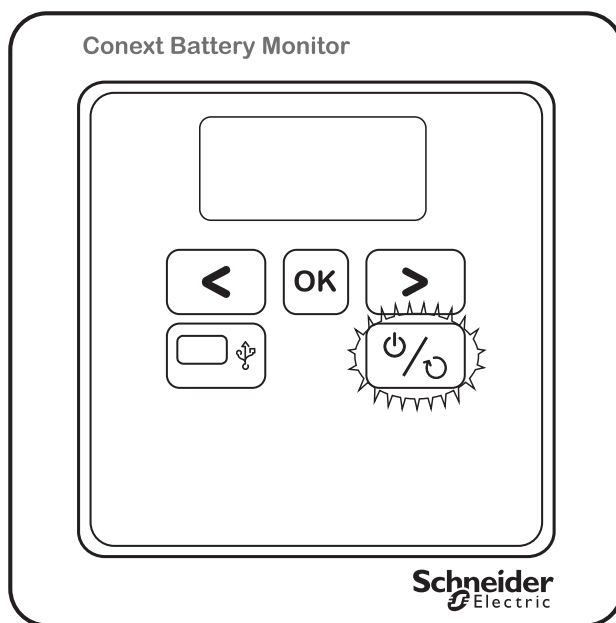

Figura 3-1 Ubicación del indicador LED de encendido/apagado del panel frontal
2. Espere hasta dos minutos mientras el monitor LCD y el LED de encendido/apagado (Figura 3-1) parpadean intermitentemente durante el inicio y la secuencia de inicialización.